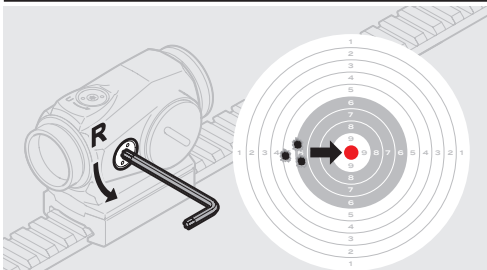
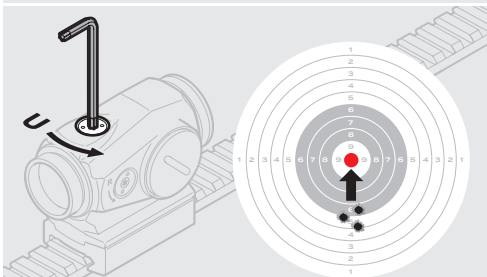

Fig. 5 Ajustes de deriva
Fig. 6 Ajustes de elevación
- b Utilice el Torx T10 (3) para girar los tornillos de ajuste.
- c Ajustes de la deriva (consulte la Fig. 5):
- Gire el tornillo de ajuste de la deriva (6) hacia la izquierda para mover el punto de impacto hacia la derecha (R).
- Gire el tornillo de deriva (6) hacia la derecha para mover el punto de impacto hacia la izquierda.
- d Ajustes de la elevación (consulte la Fig. 6):
- Gire el tornillo de ajuste de la elevación(7) hacia la izquierda para mover el punto de impacto hacia arriba (U).
- Para mover el punto de impacto hacia abajo, gire el tornillo de ajuste de la elevación (7) hacia la derecha.
- f Asegúrese de que el visor esté bien instalado en el arma y vuelva a apretar el tornillo (12) si es necesario.